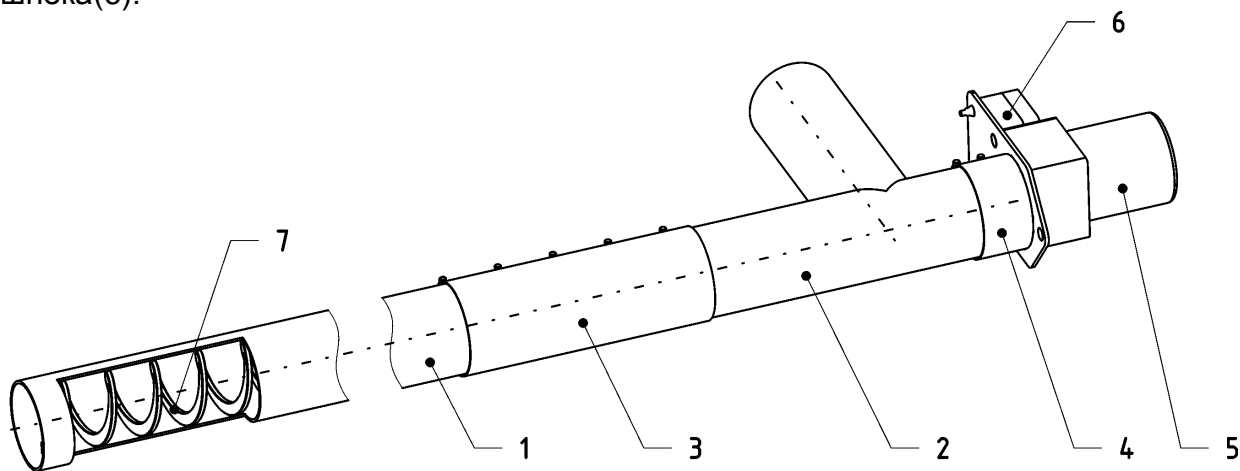

Рисунок 3. Устройство шнека
Топливо подается из бункера шнеком (рисунок 3) и через гофрированный шланг сыпается в питатель (3). Гофрированный шланг выполняет противопожарную функцию - он изготовлен из легкоплавкого материала, при появлении обратной тяги и занятии пеллеты в питателе шланг плавится и разрывает связь между горелкой и шнеком, предотвращая возгорание топлива в бункере с пелетой. Привод питателя (5) через тройник питателя подает топливо на колосники. Внутри горелки на тройнике питателя установлен аварийный термодатчик. Колосники делятся на подвижные и неподвижные. Подвижные (13) - 2, 4 и 6 ряд, всего 9 штук. Неподвижные трех типов: неподвижные колосники среднего ряда (8), неподвижные колосники нижнего ряда (14) и неподвижные колосники верхнего ряда (12). Колосники изготовлены из жаропрочной нержавеющей стали. Движение подвижных колосников (13) возвратно-поступательное, в горизонтальной плоскости вдоль оси горелки. Они приводятся в движение линейным электрическим приводом (7). В нижней части находится вентилятор. Во время розжига воспламенитель нагревает воздух, проходящий через него, который разжигает пеллету. Наличие и яркость пламени контролируется фотодатчиком (2). К коммутационной коробке (4) подключены электрические узлы горелки и контроллер управления. Для удобного доступа к разжигающему устройству и других узлов в корпусе горелки предусмотрены две крышки для обслуживания (6, 15).
Подающий шнек (рисунок 3) представляет собой металлическую трубу (1), внутри которой расположена спираль шнека (7). В нижней части шнека расположено окно, при установке шнека в бункер вырез окна должно быть обращен вверх. К верхней части шнека с помощью соединительного хомута (3) крепится тройник (2). Привод шнека (5) крепится к тройника с помощью хомута (4), кабель питания подключается к коммутационного блока шнека(6).